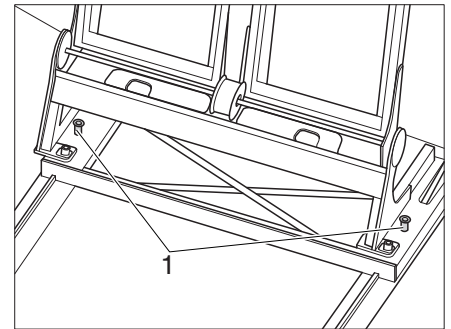

Bild 11 Rastbolzen
- Rastbolzen (Bild 11,1) nach oben ziehen. Die hinteren Verriegelungshebel werden damit eingezogen und halten die Sitzbank in der Schiene.